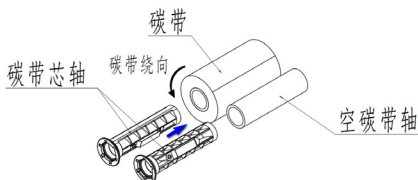

图 2.5.1
1) 向碳带推压柱方向轻推碳带芯轴，取下碳带芯轴，按图示方向将碳带芯轴分别穿入碳带和空碳带轴中。（见图 2.5.1）